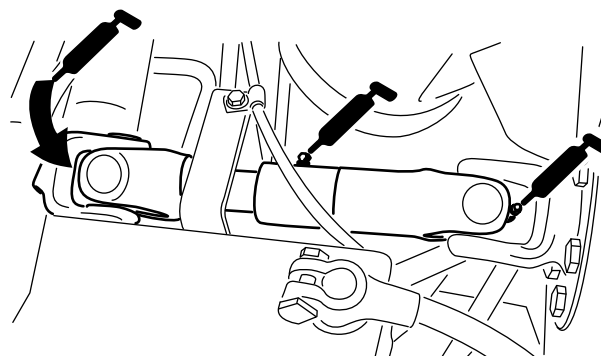

Figura 41
- Junta em U do veio de acionamento da bomba (3) (Figura 41)